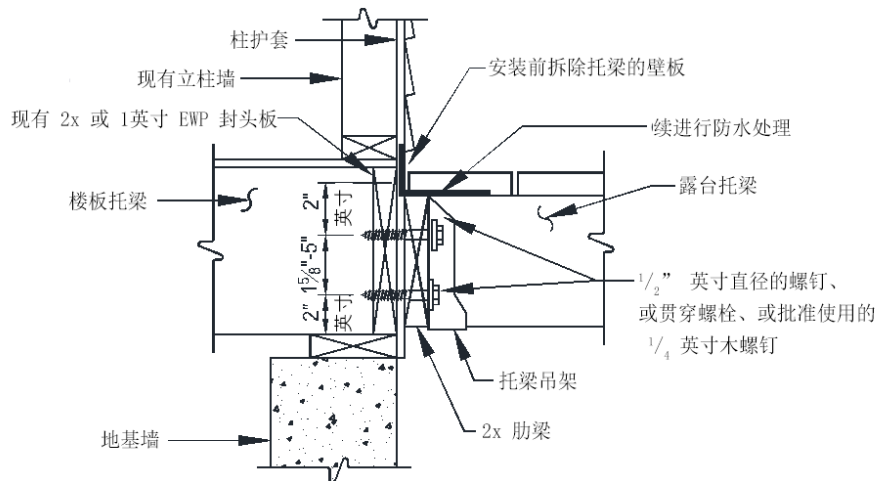

图 22: 肋梁到封头板的固定
- 肋梁应按照图 22 至 24 中所示的其中一项条件进行固定。
- 在固定到木框架结构时，需要在肋梁上持续进行防水处理，如图 22 所示。